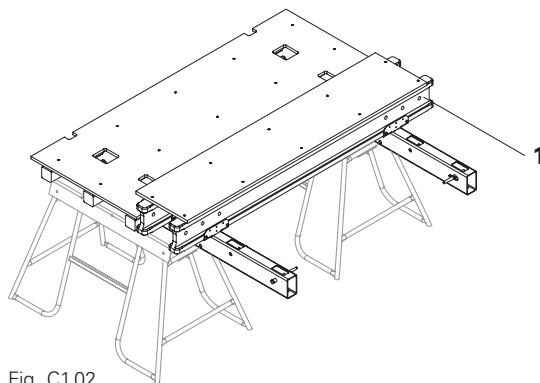

Fig. C1.02
1. Sistemare la piattaforma trave ribassata VD 250/265 (31) su un fondo stabile e portante in posizione rialzata (cavalletti per montaggio). (Fig. C1.02)